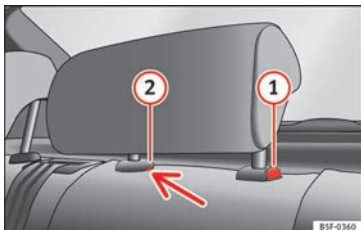

Bild 151 Bakre nackskyddet i mitten: Frigöringspunkt.
- För att sänka ner nackskyddet, tryck på knappen ① »» **bild 151** och för det neråt.